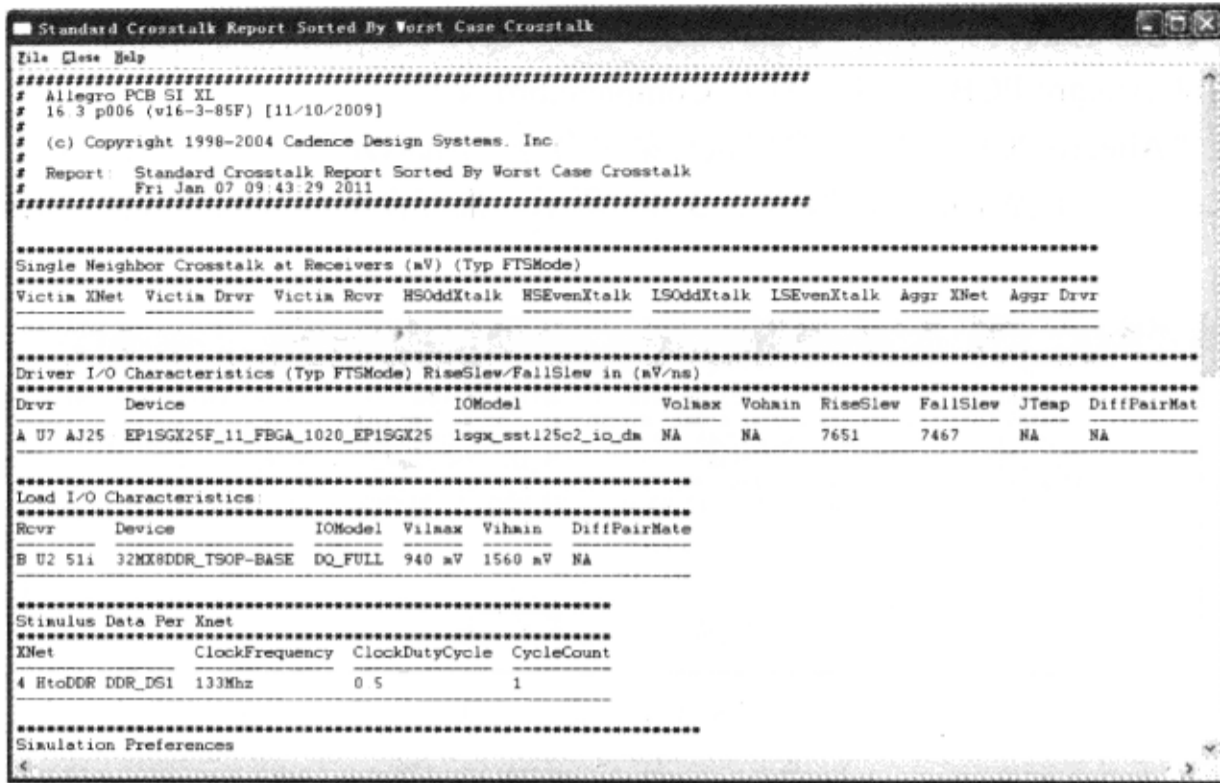

图 5-3-38 窜扰报告
(3) 在“Analysis Report Generator (case2)”对话框中单击“Create Report”按钮，执行仿真→当仿真完成时，弹出“Standard Crosstalk Report Sorted By Worst Case Crosstalk”窗口，如图 5-3-38 所示。